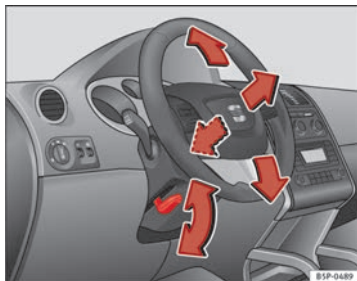

Abb. 132 Lenkradposition einstellen.
- Schwenken Sie den Hebel ⇒ Abb. 132 unter der Lenksäule nach unten ⇒ ⚠.